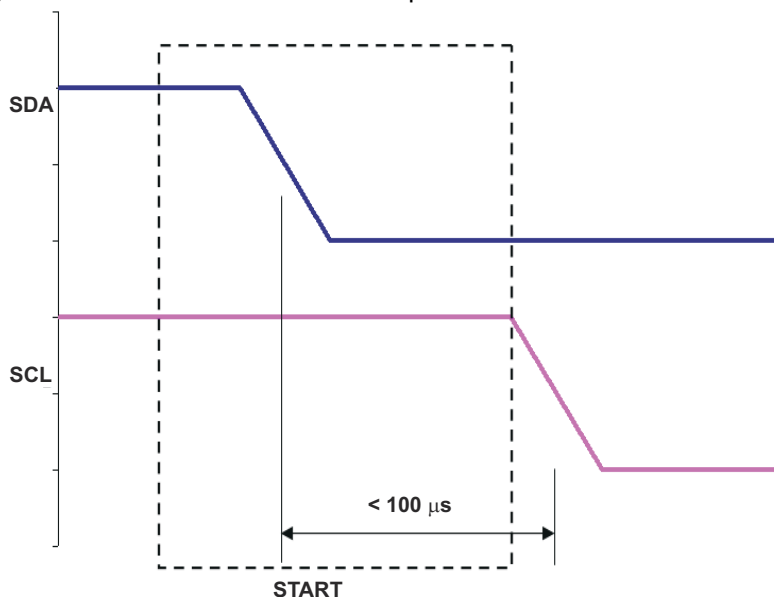

图 5-3. START 位要求
- START 位 (图 5-3) : SCL 必须在 SDA 下降后的 100 μ s 内下降。